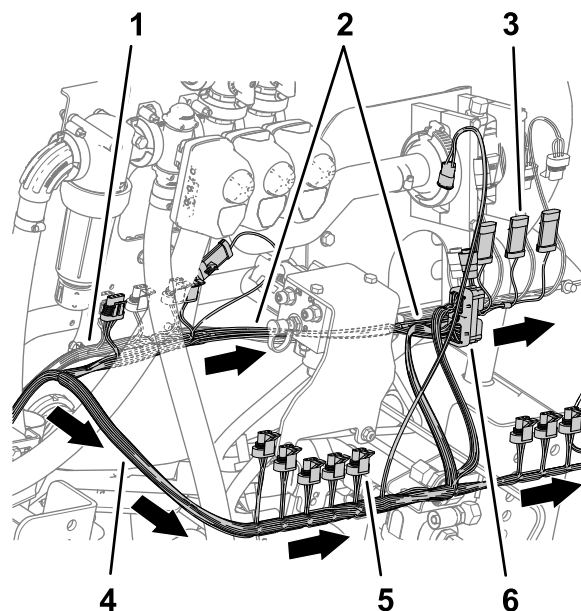

Figure 85
7. À l'arrière de la machine, acheminez la branche de 89 cm du faisceau vers l'avant du collecteur de levage et à droite du débitmètre, comme montré à la Figure 85.
8. Acheminez la branche de 102 cm du faisceau vers l'arrière du collecteur de levage et vers la droite, comme montré à la Figure 85.